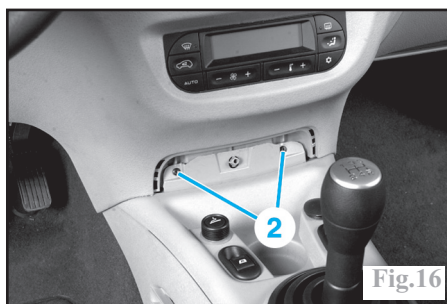

Fig.16
Déposer les 2 vis de fixation avant (2) de la console centrale (Fig.16).